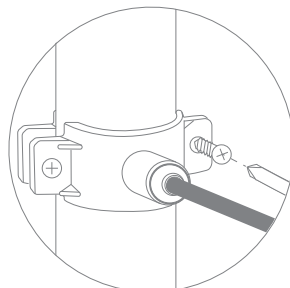

Рис. 8
- Прочно закрепите хомут на дренажной линии с помощью винтов (рис. 8). Винты крепления необходимо затягивать равномерно (без перекоса), чтобы обе части хомута располагались параллельно.